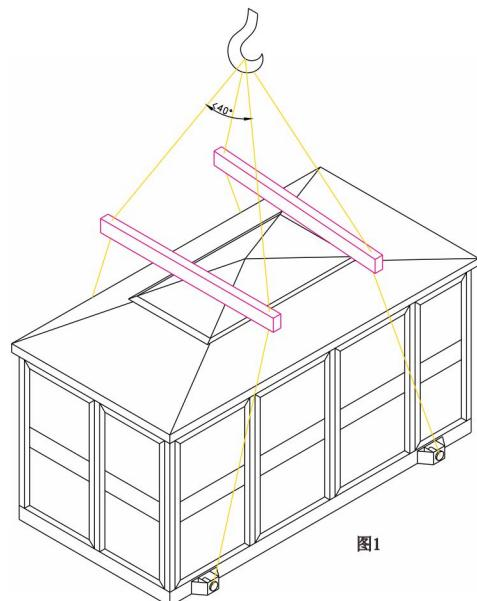

图1
- ① 用户收货时应按有关规定仔细检查。对于暂不安装的产品，应按正常使用条件规定，存放于适当的场所。
- ② 产品应采用专用吊具底部起吊，如图1。
- ③ 产品水平安放在事先做好的基础上，然后将产品底座与基础之间的缝隙用水泥砂浆抹封，以免雨水进入电缆室，通过高、低压室的底封板接入高、低压电缆。
- ④ 产品安装就位后应进行可靠接地；电站底座槽钢上的两个主接地端子、变压器中性点及外充、避雷器下桩头等均应分别由安装部门接地。